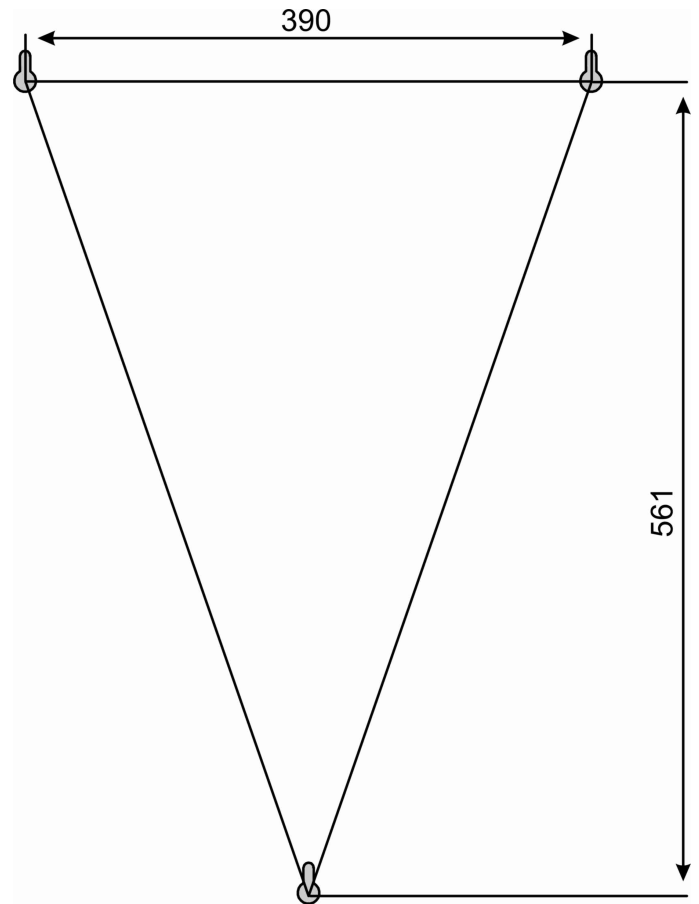

Рисунок 2
8.1 Відповідно до рис. 2 розмітьте розташування отворів кріплення